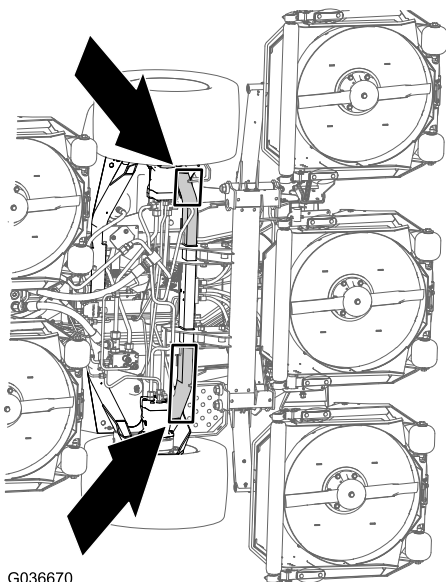

Figura 40
**Parte delantera de la máquina** – en el bastidor de la máquina, por delante de los motores de tracción de las ruedas (Figura 40)